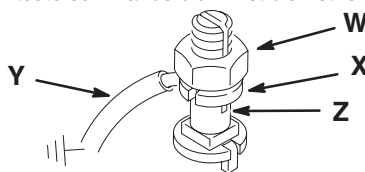

Fig. 1
1. Pompe : utiliser un fil et un étrier de mise à la terre. Voir Fig. 1.
Pour relier la pompe à la terre, desserrer l'écrou de blocage (W) et la rondelle (X) de la patte de mise à la terre. Introduire l'une des extrémités d'un fil de terre (Y) d'une section minimale de 1,5 mm² dans la fente de la patte (Z) et bien resserrer l'écrou de blocage. Voir la Fig. 1. Raccorder l'autre extrémité du fil de terre à une terre véritable. Voir la rubrique ACCESSOIRES pour toute commande d'un fil et d'un étrier de mise à la terre.